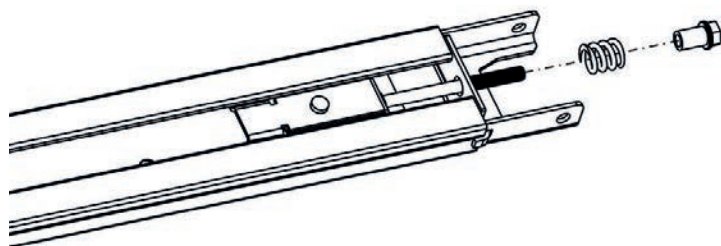

Fig.10
5. Come Fig. 10, svitare il dado e la molla ;